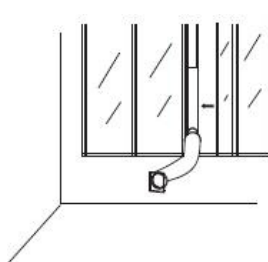

Abb. 7
8. Montieren Sie den Abluftschlauch, das Fenster-Kit und deren Zubehör am Fenster und schließen Sie dann das Fenster gemäß der Pfeilrichtung in der Abb.7 und drücken Sie das Fenster-Kit fest.